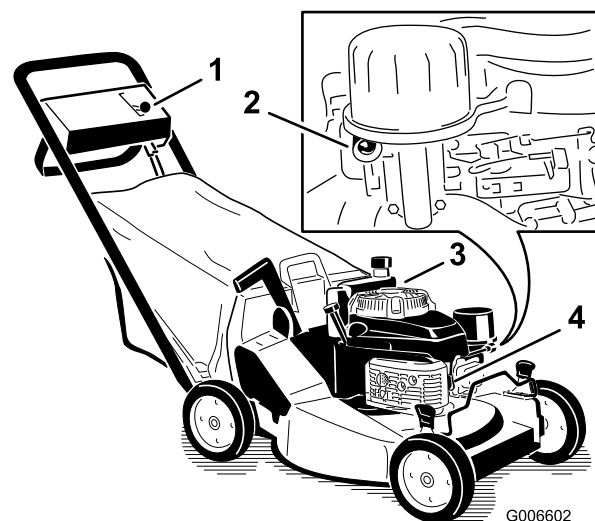

Figura 11
1. Conecte el cable de la bujía (Figura 11).
4. Apriete el cebador una vez con el dedo pulgar, manteniendo la presión durante un segundo antes de soltarlo (Figura 11).